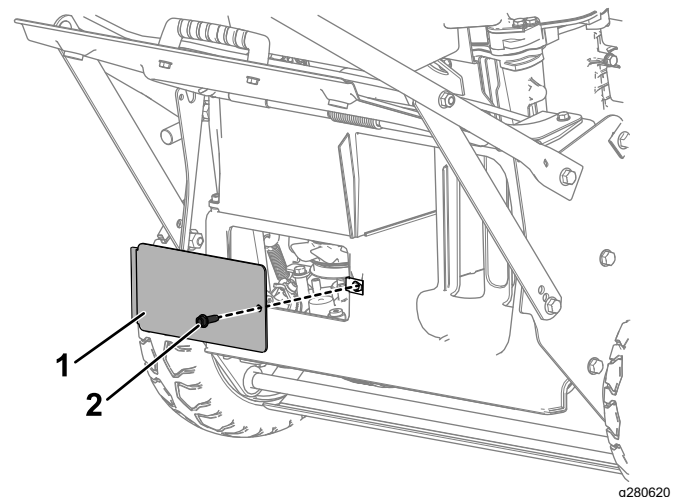

Figura 36
6. Retire la ventanilla trasera, situada debajo del deflector de descarga trasera, retirando el perno que la sujeta (Figura 36).